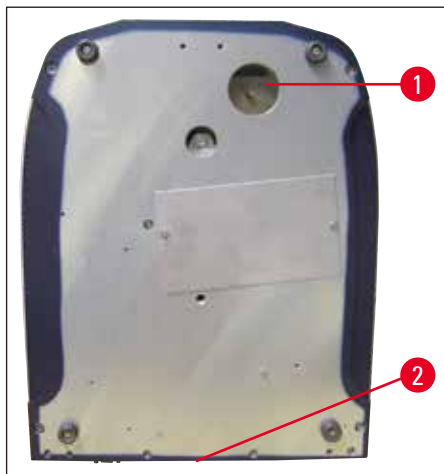

図7
- 装置表面：(→ 図 7)。
- ドレインチューブ (→ 図 7) を装置底部 (→ 図 7-1) に接続します。